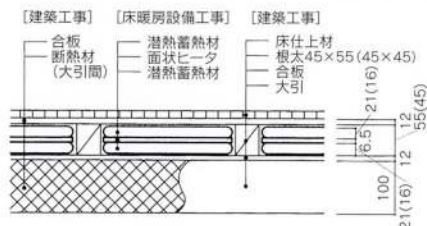

図1 潜熱蓄熱式電気床暖房方式
1) 床構造——北海道恵庭市のA社オフィスに納入した暖房方式は、潜熱蓄熱式で、その床構造詳細は図1に示すとおりである。